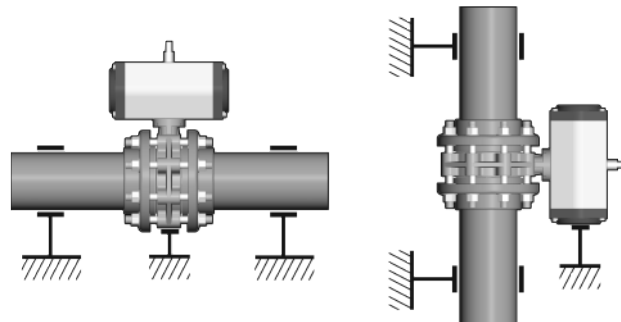

Fig. 1
- Le valvole motorizzate devono essere adeguatamente supportate (Fig. 1).
- The actuated valves should be properly installed (Fig. 1).
- Pour les vannes avec actionneurs en grands diamètres prévoir un supportage de la vanne sur la canalisation (Fig.1).
- Medium nicht verunreinigt senkrecht Angetriebene Klappen sollten, wenn nicht anders angegeben, mit dem Antrieb senkrecht über der Klappe eingebaut werden (Fig. 1).